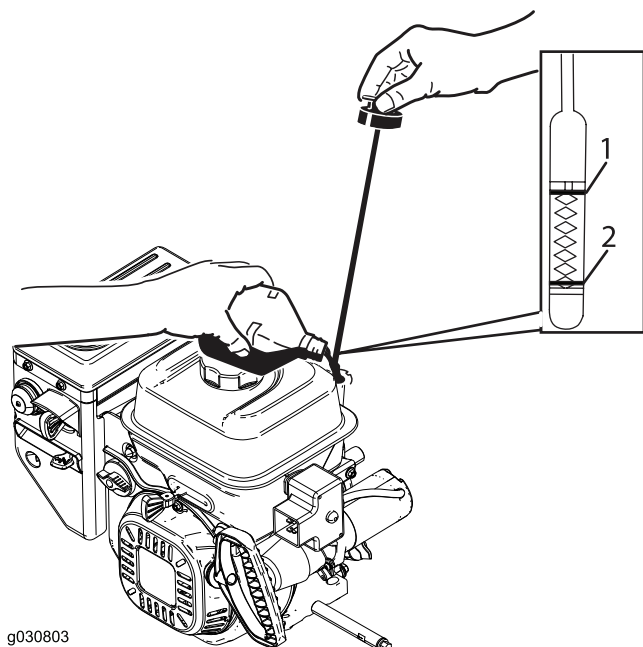

Bild 33
2. Nehmen Sie den Peilstab heraus und prüfen Sie den Ölstand (**Bild 33**). Füllen Sie Öl nach, wenn der Ölstand unter Auffüll-Marke am Peilstab steht. Siehe 5 Prüfen des Motorölstands \(Seite 9\).